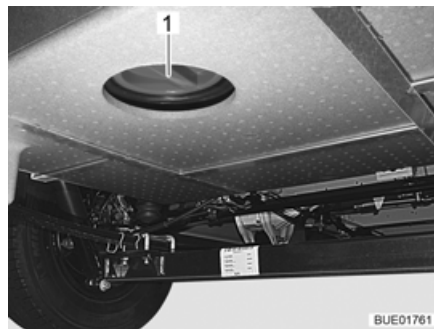

Fig. 211 Ouverture de nettoyage du réservoir d'eaux usées
- Ouvrir l'ouverture de nettoyage (Fig. 211,1) du réservoir d'eaux usées et le robinet de vidange.